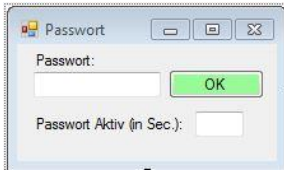

Bild 1.4.1
Passwort aktivieren: (siehe Bild 1.4.1)
Wenn das Passwort (PW) verwendet wird (PW nicht leer) dann rufen die PW geschützten Funktionen das Fenster (Bild 1.4.1) auf.